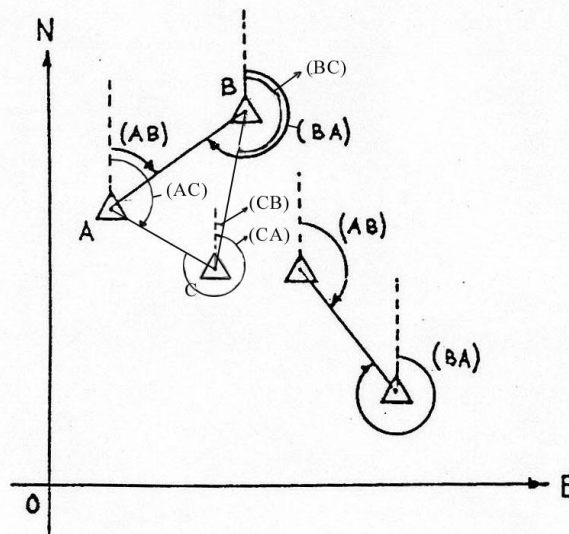

Fig. 5 Esempio di lettura angolare (Azimuth) effettuata con la bussola
A proposito degli angoli interni, bisogna ricordare che l'angolo che si legge sulla bussola al momento della misurazione, rappresenta l'Azimuth del vertice cercato rispetto al vertice di stazione e che il sistema di riferimento che si sta utilizzando è riferito al Nord magnetico. Facendo riferimento al triangolo ABC di Fig. 5:
Per quanto riguarda la fase di *restituzione* (ossia di rappresentazione grafica del nostro lavoro), all'interno di un sistema di assi cartesiani come quelli di Fig.5, una volta fatti tutti i nostri calcoli ed aver risolto, quindi i nostri triangoli, sarà sufficiente cominciare col tracciare (ad una scala appropriata) la nostra *base*. Per far questo, partendo da un vertice (es: A di Fig.5) e tracciando una parallela all'asse N (nord) passante per il punto (A), centrare il goniometro in A e segnare l'angolo pari ad “AB”. A questo punto disegnare il segmento di retta passante per quest'ultimo punto ed “A” di lunghezza pari ad “AB” (valore che abbiamo precedentemente calcolato).